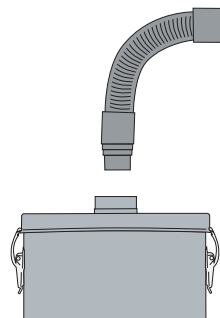

figura 5
2. Quitar la manguera del adaptador en la tapadera del aparato (**figura 5**).